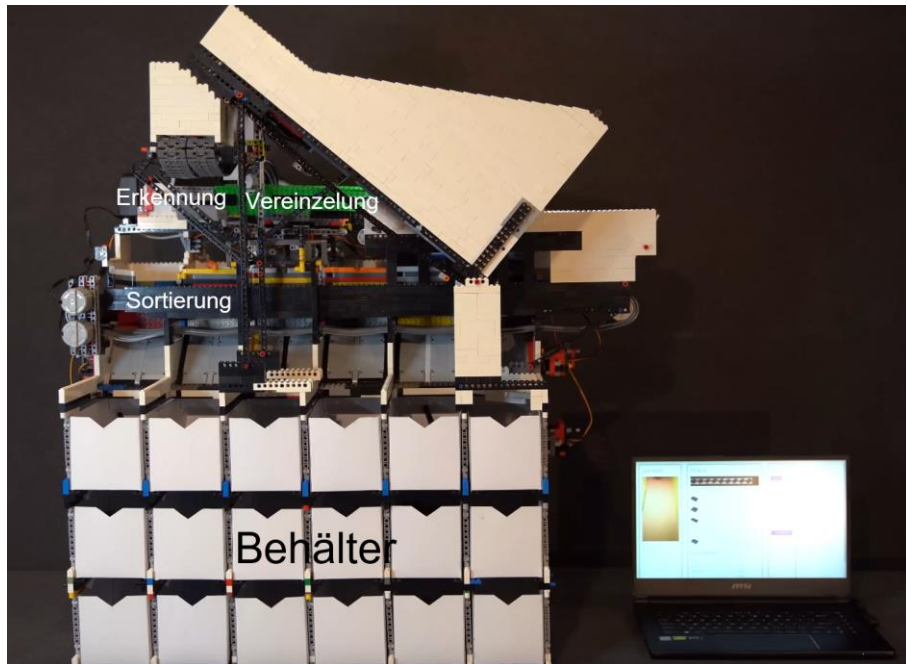

Abbildung 5: Eine Sortiermaschine, die jedes Legoteil erkennen kann [7]
- Eine Sortiermaschine, die V-förmige Rüttelplatten zum Vereinzeln der Noppensteine verwendet und künstliche Intelligenz nutzt, um jedes Legoteil zu erkennen (Abbildung 5). [7]